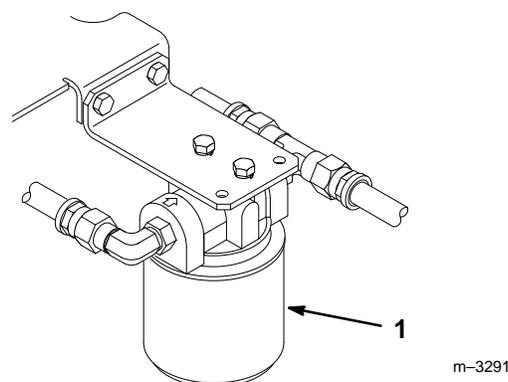

Abbildung 44
3. Eine Auffangschale unter den Filter stellen, den alten Filter ausbauen und die Dichtungsfläche des Filteradapters sauber wischen (Abb. 44).